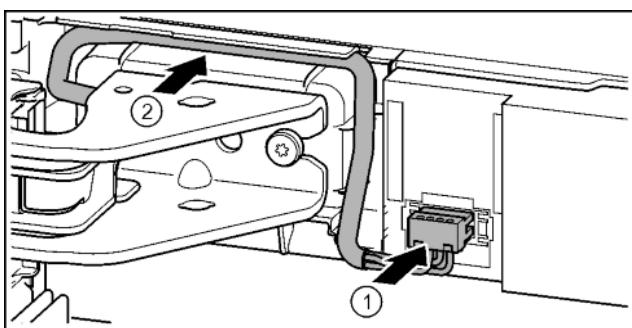

Fig. 40
- Зафиксировать штекер над верхним опорным кронштейном и осторожно уложить жилы кабеля в канал. *Fig. 40 (1)*
- Осторожно проложить серый кабель в направляющей над верхним опорным кронштейном. *Fig. 40 (2)*